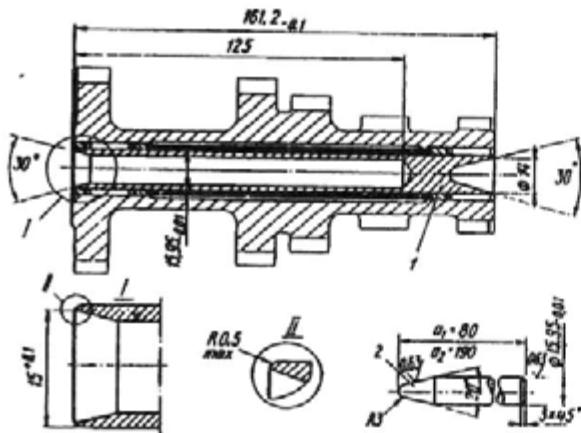

Рис. 111. Оправки для выпрессовки и запрессовки оси блока шестерен промежуточного вала:
9. Для сборки роликов (15 шт.) передней опоры вторичного вала уложите в гнездо роликового подшипника в первичном валу консистентную смазку. Между роликами и запорным кольцом размещается упорное кольцо. Ролики блока шестерен промежуточного вала (46 шт.) собирают на полой оправке 1 (см. рис. 111). Ролики каждого подшипника должны быть одной размерной группы. При утере хотя бы одного ролика замените весь комплект подшипника.
11. Введите блок шестерен промежуточного вала в зацепление с шестернями вторичного вала и центрируйте в картер двумя коническими оправками (см. рис. 111). Затем длинной конической оправкой со стороны заднего торца картера вытолкните полую и короткую коническую оправки. Вслед за длинной оправкой вставьте ось блока и запрессуйте ее в картер.